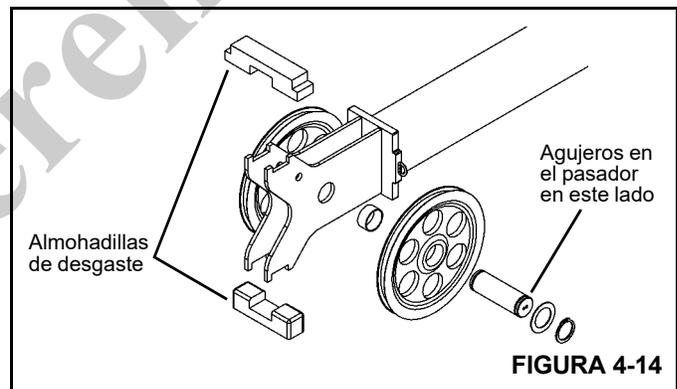

FIGURA 4-14
1. Instale las ruedas de polea en el cilindro telescópico. Los agujeros del extremo del pasador deberán quedar ubicados como se muestra en la Figura 4-14.
**NOTA:** Asegúrese de que las almohadillas de desgaste superiores no se caigan durante la instalación del cilindro (Figura 4-14).